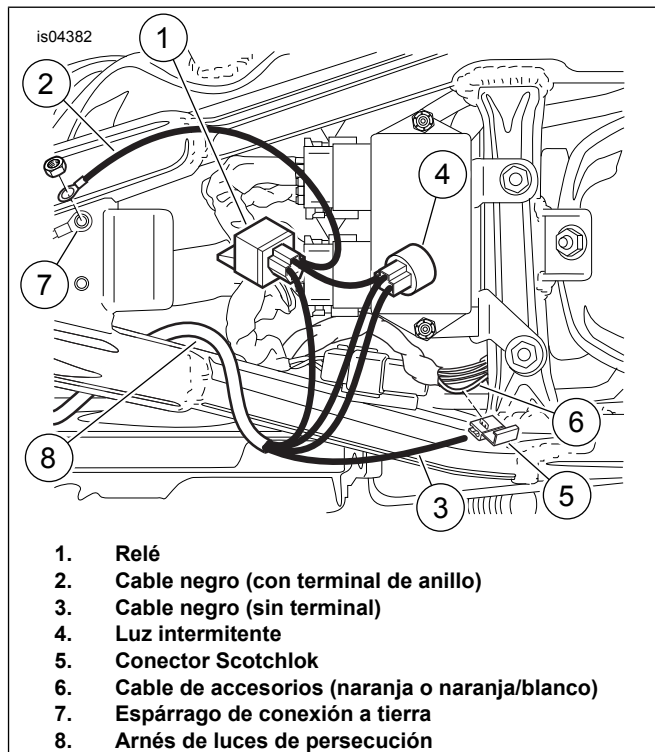
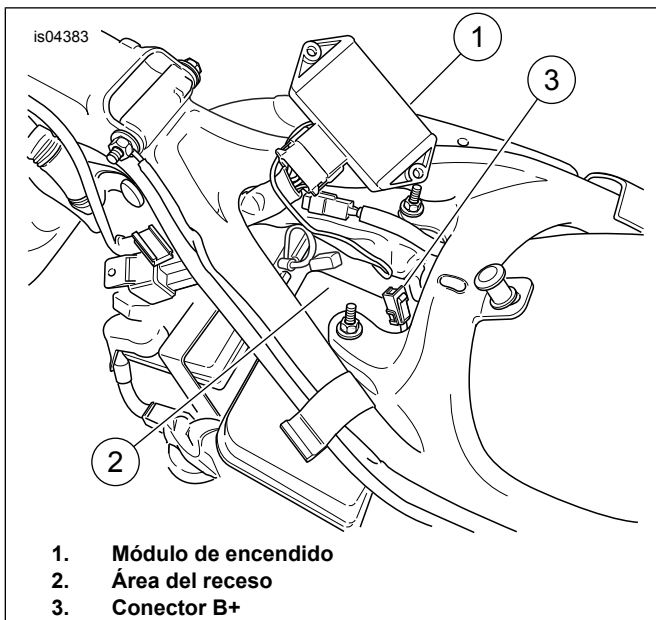
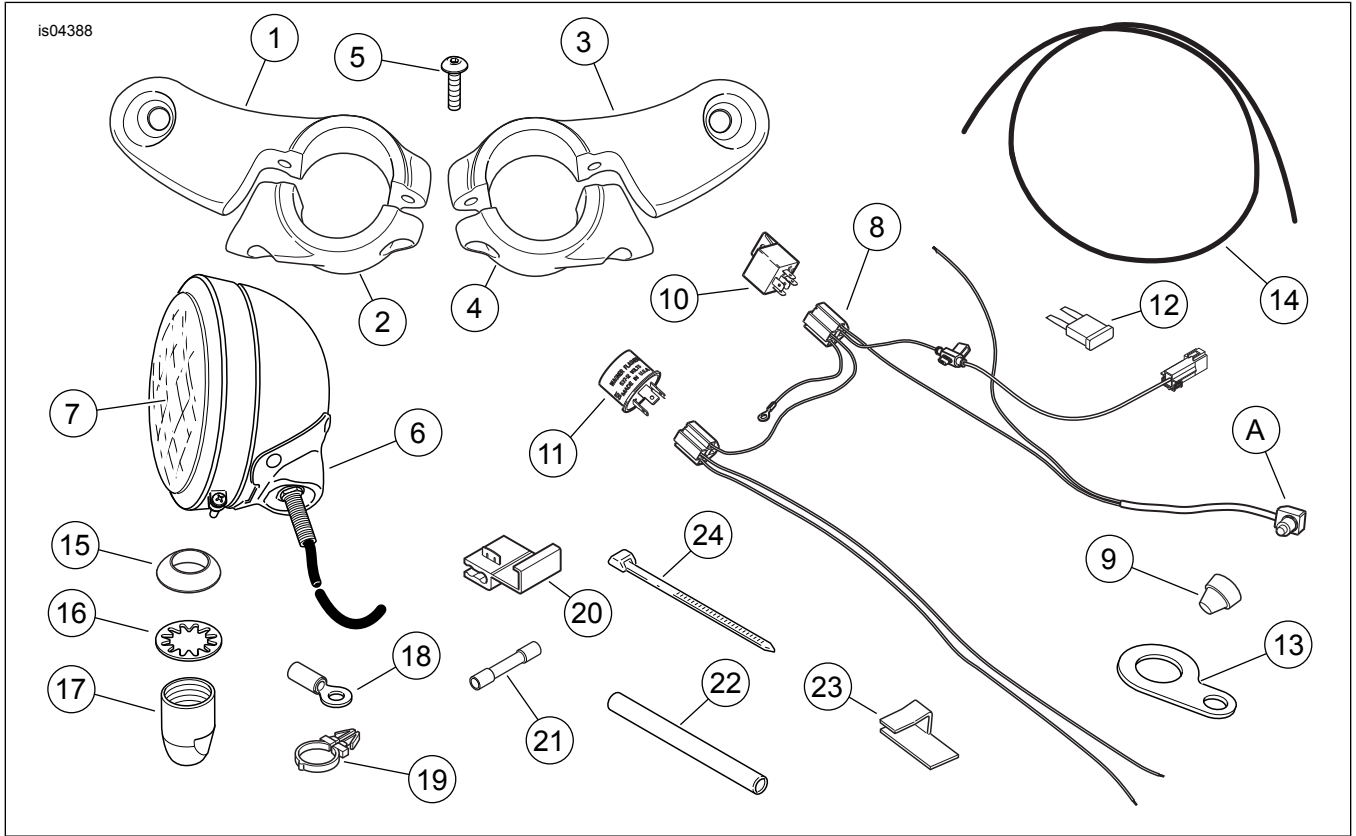

Figura 4. Instalación del arnés de cableado (modelos de 2003 y anteriores)
Figura 5. Instalación del arnés de cableado (modelos de 2004 y posteriores)
Figura 8. Piezas de servicio, kit de luces de persecución
4. Vea Figura 8. Obtenga del kit las piezas de soporte de montaje de las luces (1 y 3), las abrazaderas (2 y 4) y los cuatro tornillos con cabeza de botón (5).
6. Vea Figura 8. Obtenga del kit los conjuntos de luces de persecución (6), dos conductos (14), los bloques de sujeción (15), las arandelas de seguridad (16) y los retenes (17).
10. **Para los modelos de 2003 y anteriores:** Vea Figura 4. Instale el arnés de cableado (8). Coloque el relé (1) y la luz intermitente (4) en la abertura en la cama del asiento y pase la pata larga del arnés (8) a lo largo del eje central de la estructura. **Para los modelos de 2004 y posteriores:** Vea Figura 5. Quite las tuercas de retención del módulo de encendido (1) y temporalmente cambie el módulo de posición, como se muestra. Coloque el relé en el área del receso (2) del depósito de aceite. Instale el módulo de encendido. Coloque la pata larga del arnés a lo largo del eje central de la estructura.
11. **Para los modelos de 2003 y anteriores:** Vea Figura 4. Corte el conector del cable de alimentación blanco (6) y reemplácelo con el terminal de anillo (Figura 8, 18) que se suministra en el kit. Conecte el cable blanco con el terminal de anillo al terminal del espárrago de cobre (BAT) del disyuntor principal. **Para los modelos de 2004 y posteriores:** Vea Figura 5. Conecte el conector macho del cable blanco al conector hembra B+ (3) en el arnés del vehículo.
12. **Para TODOS los modelos:** Vea Figura 4. Conecte el cable negro de la conexión a tierra con el terminal de anillo (2) al espárrago de conexión a tierra (7) debajo del asiento o en cualquier buen punto de conexión a tierra eléctrica. Asegure el arnés de las luces de persecución a los arneses adyacentes con las correas de cables del kit.
14. Vea Figura 8. Quite la funda (9) del interruptor de la luz (A) e instálelo en la pieza de soporte de montaje del interruptor (13) del kit. Arme la funda en el interruptor.
16. Asegure la pata del interruptor de la luz del arnés de las luces de persecución al manillar usando los retenes del arnés de cables **nuevos** (Figura 8, 19), según sea necesario. Encaje los retenes dentro de los agujeros en el manillar.
17. Vea Figura 4. Coloque el cable negro sin el terminal de anillo (3) en una ubicación conveniente bajo el asiento y empálmelo al cable de circuito de accesorios en el arnés del vehículo con el conector Scotchlok® (Figura 8, 20).